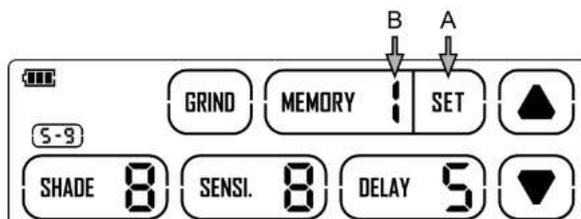

fig. 8b
Étape 3: Une fois tous les paramètres correctement réglés, appuyer sur la touche « RÉGLER » (SET) pour les enregistrer (voir la fig. 8b-A). Le « 1 » derrière « MÉMOIRE » (MEMORY) (voir la fig. 8b-B) clignote une fois pour indiquer que le système a enregistré les nouveaux paramètres sous le nom de l'ensemble « 1 ».